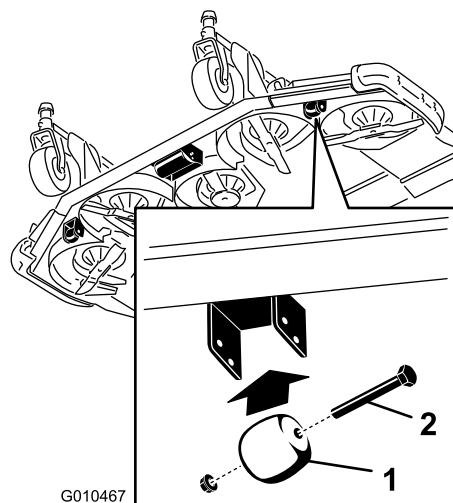

図 30
1. ローラのシャフトをデッキのブラケットに固定しているネジとナットを取り外す (図 30)。
1. ゲージホイールをカッティングユニットのブラケットに固定しているボルトとナットを外す (図 30)。